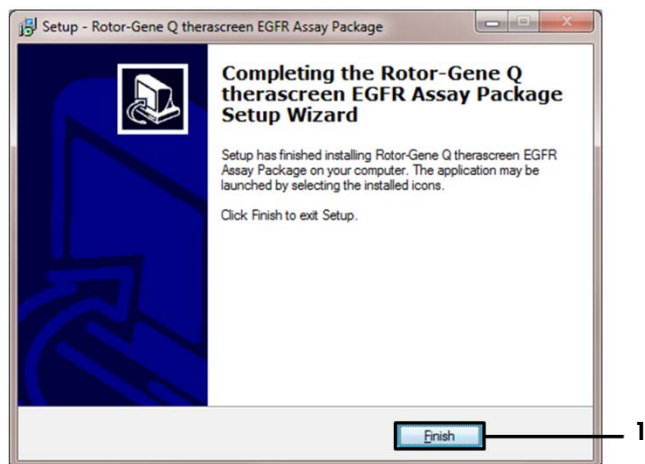

Abbildung 43. Schließen des Einrichtungsassistenten [1 = „Finish“ (Fertigstellen)]
6. Die Einrichtung wird automatisch gestartet. Nach Abschluss der Installation wird ein abschließendes Dialogfeld des Einrichtungsassistenten geöffnet. Klicken Sie auf „Finish“ (Fertigstellen), um den Vorgang zu beenden (siehe Abbildung 43).